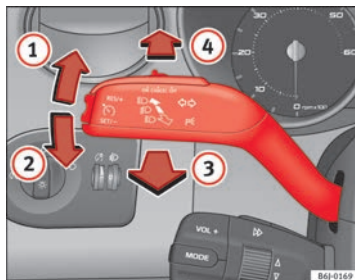

Fig. 60 Levier des clignotants et des feux de route
- Levez le levier jusqu'en butée  $\Rightarrow$  fig. 60 ① pour actionner les clignotants **droits** ou abaissez-le jusqu'en butée ② pour actionner les clignotants **gauches**.
- Déplacez le levier vers l'avant  $\Rightarrow$  fig. 60 pour allumer les feux de route.